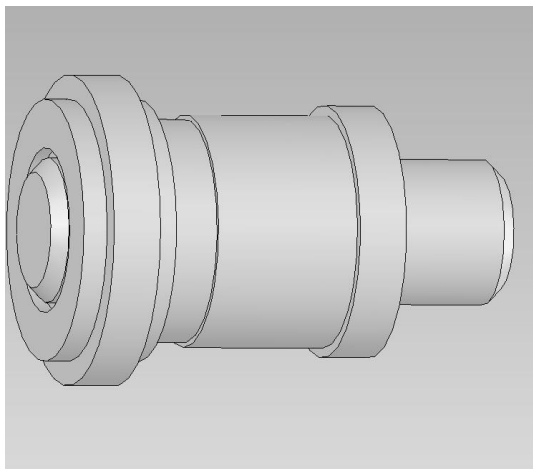

Рисунок 12.3 – Складальний вузол
- задати всі необхідні сполучення між деталями. Створити складальний вузол (рис. 12.3).